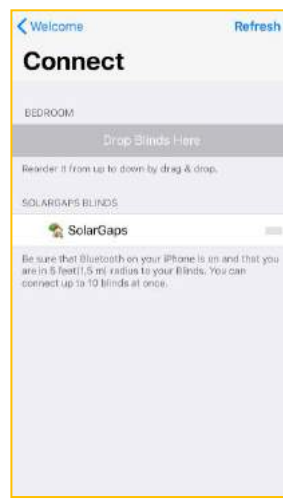

Abbildung 6
10.2.3.3 Nachdem die Jalousie am Display erschienen ist, diese auf das Feld **Drop Blinds Here** wischen (Abb. 6).